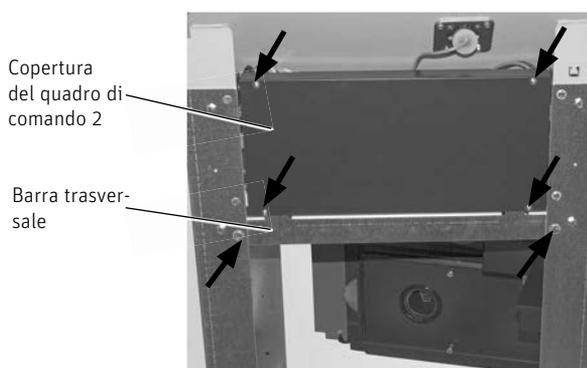
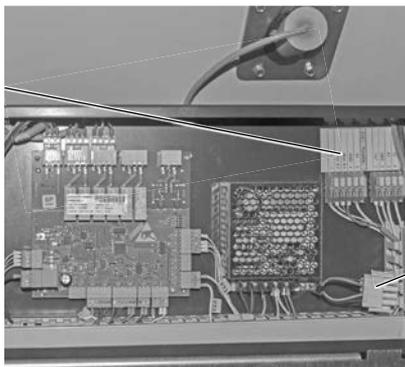
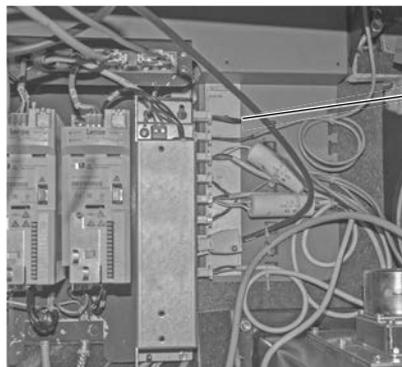

Fig. 199 Rimuovere la copertura del quadro di comando 2 e la barra trasversale
Fig. 201 Estrarre la spina con ponte
Fig. 202 Inserire la spina con ponte in SRAS 230V
- Svitare la copertura del quadro di comando 2 sulla stiva (Fig. 199), estrarre la spina con ponte (Fig. 201) e inserirla nella consolle di collegamento della caldaia in corrispondenza di SRAS 230V – Fig. 202.
- Ripiegare il quadro di comando 2 verso l'alto, dopo aver rimosso la barra trasversale con le 2 viti sotto il quadro di comando 2 a tal scopo – Fig. 199.